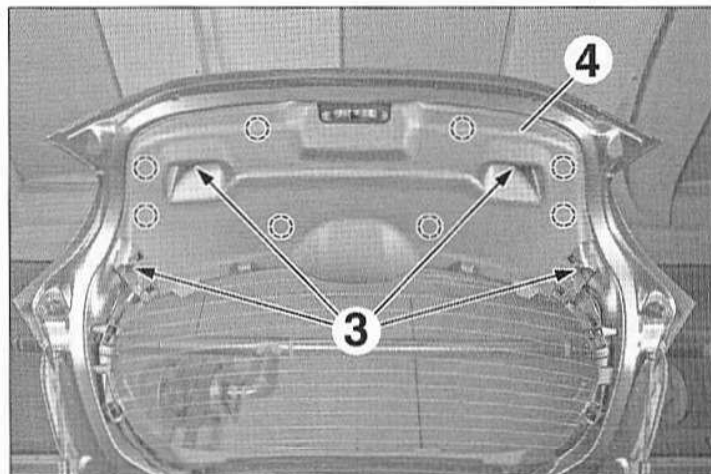

FIG.36
- Déposer les vis (3) (Fig.36).
- Dégrafer et déposer la garniture de hayon (4).